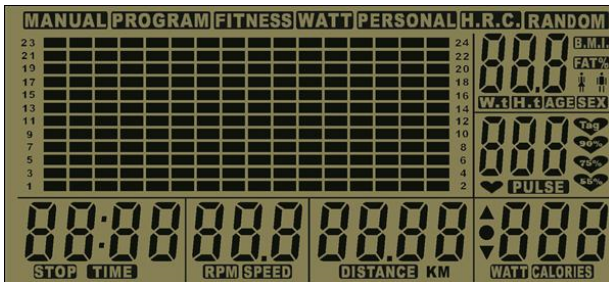
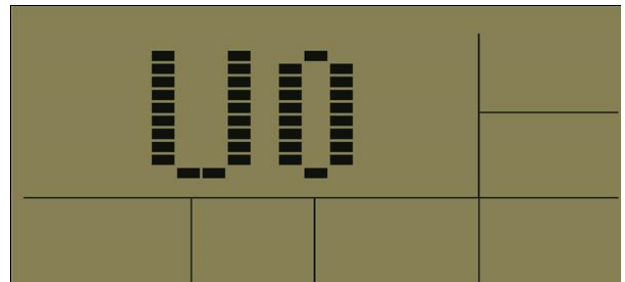

BILD 1
BILD 2
1. START-MODUS: Nachdem Sie das Stromkabel eingesteckt haben, ertönt ein langer Ton, das volle Display wird angezeigt (siehe Bild 1) und das System zeigt nach 2 Sekunden den Bildschirm mit der Benutzerauswahl und Einstellungen an (Siehe Bild 2).